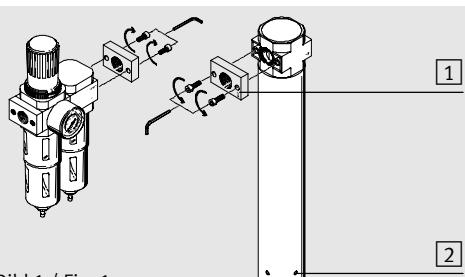

Bild 1 / Fig. 1
- Beim Zusammenbau mit einem bereits vorhandenen Wartungsgerät der gleichen Baureihe (siehe Bild 1 bis 4):